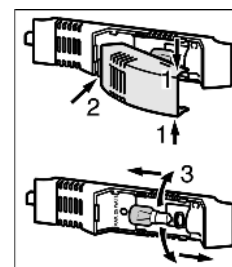

Fig. 12
- ▶ Saisir la protection d'ampoule en haut et en bas Fig. 12 (1).
- ▶ Déclipser à l'arrière et détacher la protection d'ampoule Fig. 12 (2).
- ▶ Remplacer la lampe Fig. 12 (3).